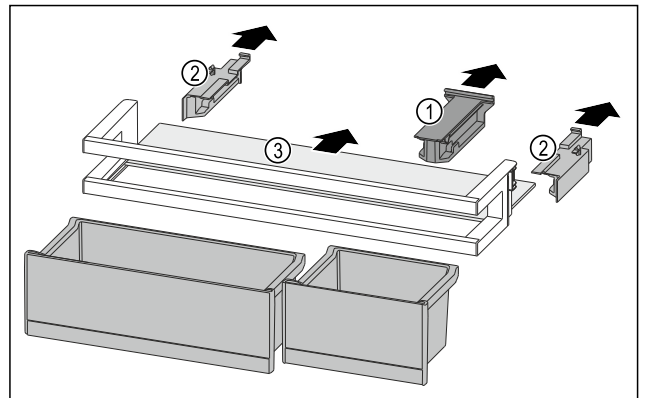

Fig. 117
- ▶ Витягніть кріпильний елемент Fig. 117 (1).
- ▶ Витягніть бічні елементи Fig. 117 (2).
- ▶ Дістаньте полицю Fig. 117 (3).